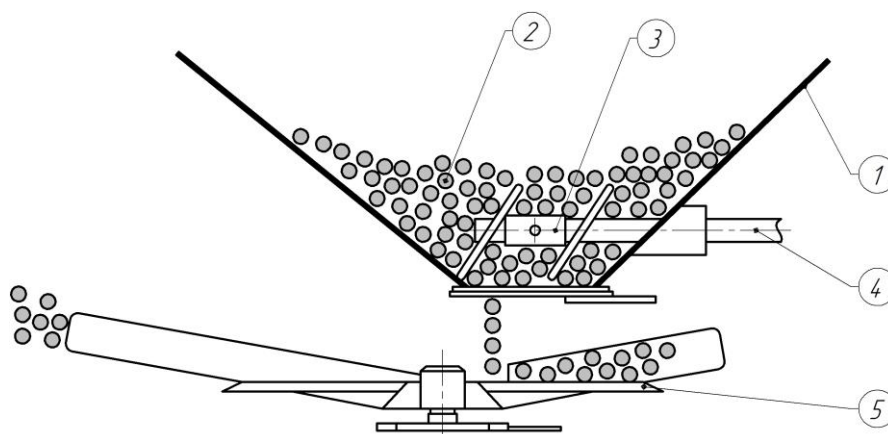

Рис. 3:
2.2. Принцип роботи (Рис. 3):
Мінеральне добриво (Рис. 3, поз. 2) яке знаходиться в бункері (Рис. 3, поз. 1) за допомогою шнеко подібних зворушувачів (Рис. 3, поз. 3) надходить на розподільчі диски (Рис. 3, поз. 5), які розсівають його рівномірно віялоподібними потоками по поверхні ґрунту.